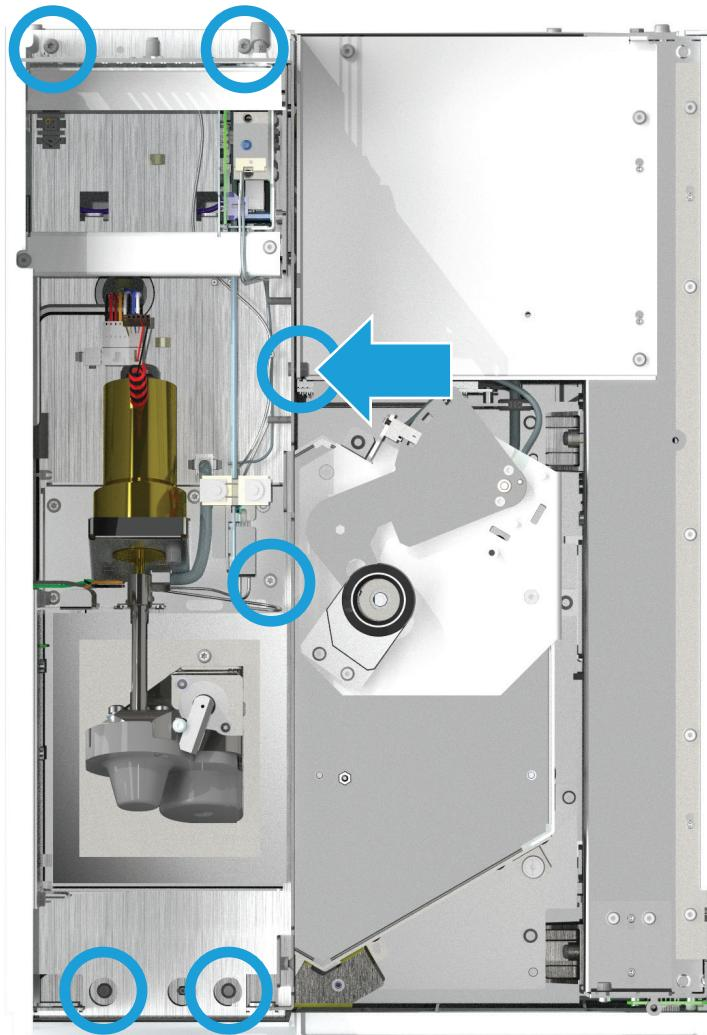

Figura 8. Afrouxe os parafusos que prendem o conjunto pneumático
- 11 Solte os 6 parafusos que prendem o conjunto pneumático ao chassi. Observe que um parafuso está na lateral do conjunto. (**Figura 8**).